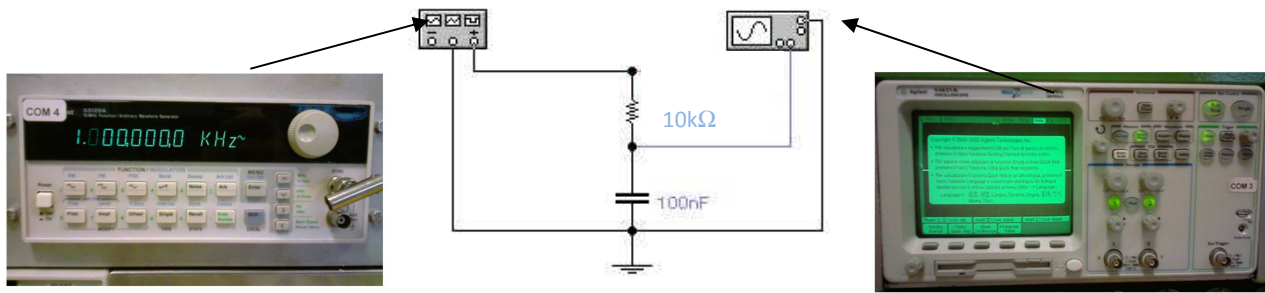

Figura 2.
L'esperienza è nient'altro che una variante della carica e scarica del condensatore di cui alla **Parte 1.**, studieremo il comportamento del circuito di prima al variare della frequenza dell'onda sinusoidale questa volta fornita. Per questo esperimento usiamo un combinazione di resistenza e capacità diverse (per pure ragioni di praticità di letture dell'effetto da studiare): $R=1.6 \text{ k}\Omega$ e $C=10\text{nF}$. Il wiring è il medesimo di quello di Figura 2.
- Obiettivo della **Parte 1.** è il **montaggio** del circuito di carica e scarica del condensatore indicato in Figura 2. sulla breadboard. **Il plot sull'oscilloscopio della curva di carica e scarica del condensatore** fornito e la verifica che il tempo di decadimento τ sia compatibile con i valori nominali/misurati di R e C forniti. La relazione che li collega essendo $V(t) =$